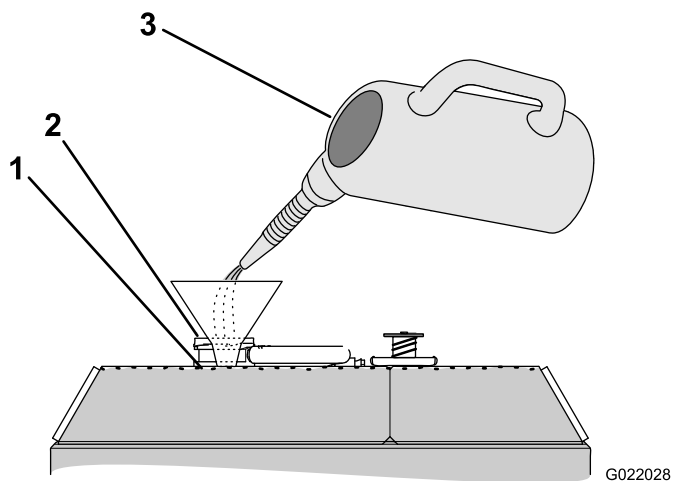

Figure 143
3. Remplissez le radiateur de liquide de refroidissement jusqu'à ce que le niveau atteigne le bas du goulot de remplissage (Figure 143).